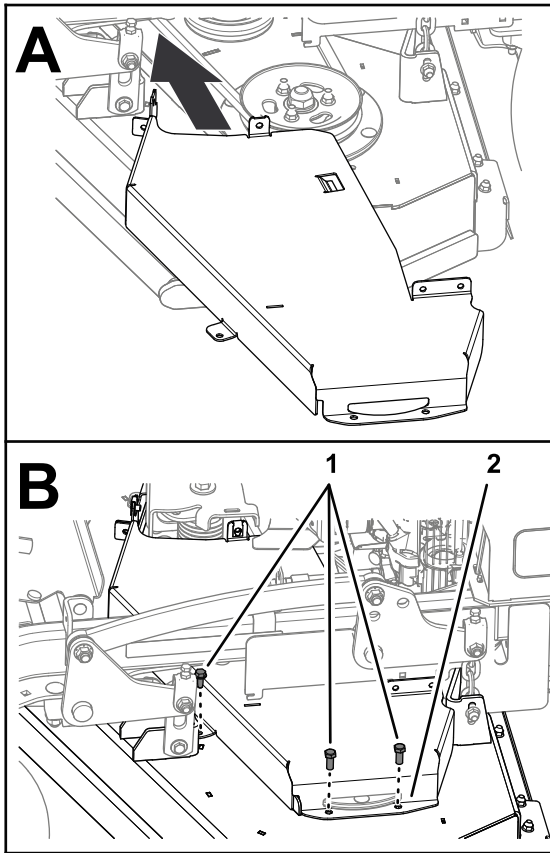

Figura 42
1. Monte la cubierta de la correa izquierda a la carcasa (Figura 42) con los 3 pernos que retiró en Retirada de la cubierta de la correa izquierda (página 28).